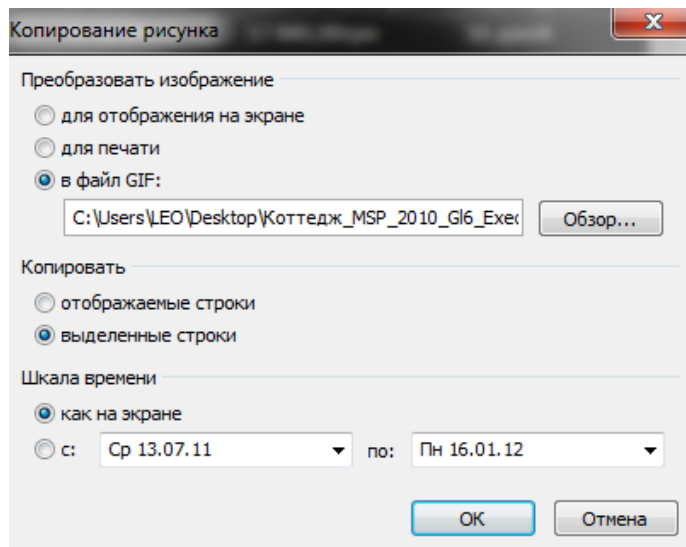

Рисунок 10.3 Копирование проекта как файла рисунка
4. Выслать графическое представление плана проекта, Рисунок 10.3.